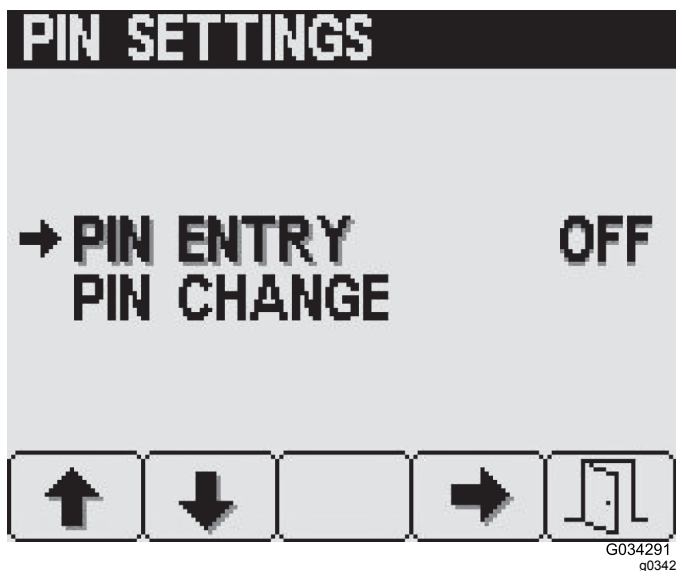

Bild 26
3. Drücken Sie auf dem Bildschirm „PIN-Einstellungen“ Taste 4, um „PIN-Eingabe“ auszuwählen und die PIN zu aktivieren oder zu deaktivieren (Bild 26).